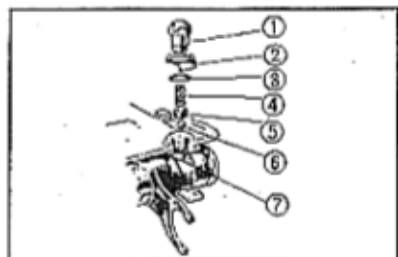

Fig. 3-83 ① Molla.
3. Collocare la parte incavata nel tamburo selettore come indicato in fig. 3-83 ed installare la sfera di acciaio, il cappellotto della molla e la molla, e quindi bloccare il tutto mediante il bullone di fissaggio.